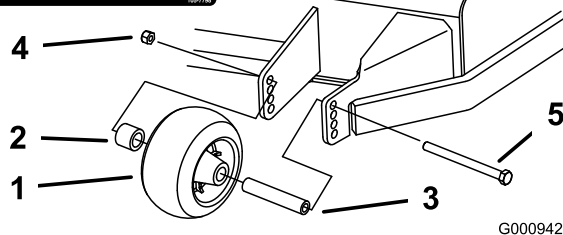
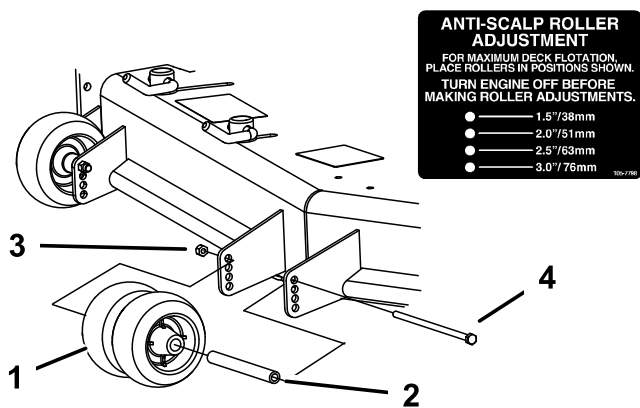
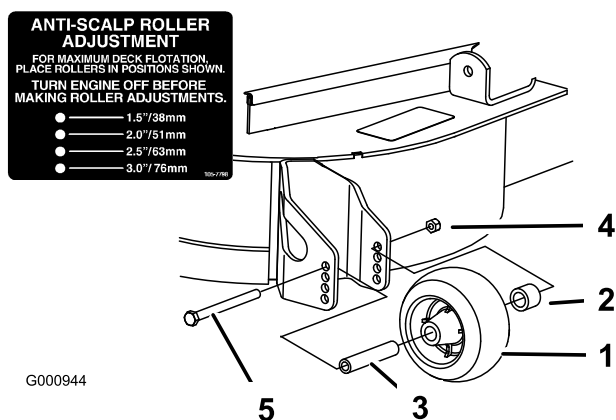

Figura 20
Figura 21
Figura 22
3. Después de ajustar la altura de corte, ajuste los rodillos retirando la tuerca con arandela prensada, el casquillo, el espaciador y el perno (Figura 20, Figura 21, y Figura 22).
Nota: Los dos rodillos centrales no tendrán espaciador (Figura 21).
5. Instale la tuerca con arandela prensada, el casquillo, el espaciador y el perno. Apriete a 54–61 Nm (40–45 pies-libra) (Figura 20, Figura 21 y Figura 22).